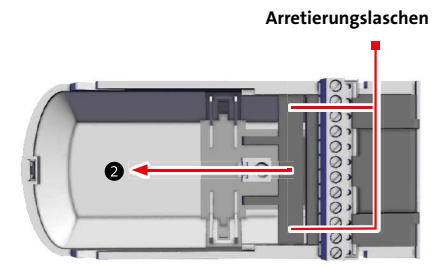

Abb.1 Ausfahren des Schlittens
- Fahren Sie den Schlitten nach unten aus. Drücken Sie dazu die beiden Arretierlaschen des Schlittens (siehe Abb. 1).